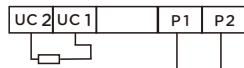

图4 欠压脱扣器接线图
□ 当电源电压下降到欠电压脱扣器额定工作电压的70%~35%范围之内, 欠电压脱扣器能可靠地分断断路器; 当电源电压低于欠电压脱扣器额定工作电压的35%时, 欠电压脱扣器能防止断路器闭合; 当电源电压高于欠电压脱扣器额定工作电压的85%时, 欠电压脱扣器能保证断路器可靠闭合。见接线图4。